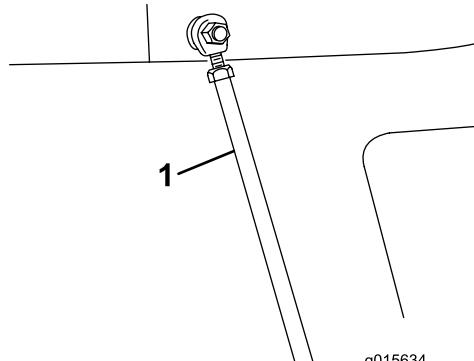

Figura 21
5. Fissate i tiranti della tramoggia al telaio con le coppiglie (Figura 21).